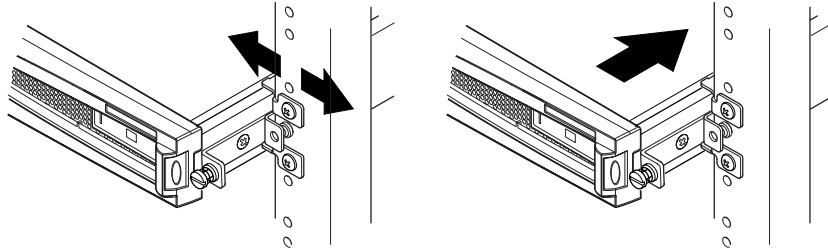

ABBILDUNG 5-8 Anpassen der Einbauschienen und Festschrauben des Servers im Rack
8. Richten Sie den Server so aus, dass die seitlichen Fingerschrauben in die Halterungen der Einbauschienen im Rack passen (siehe ABBILDUNG 5-8).